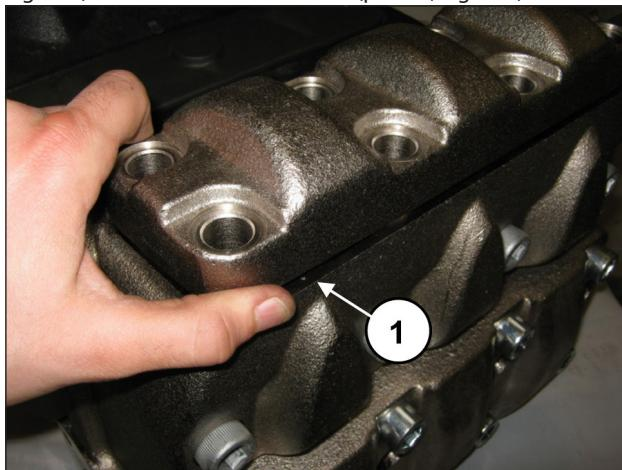
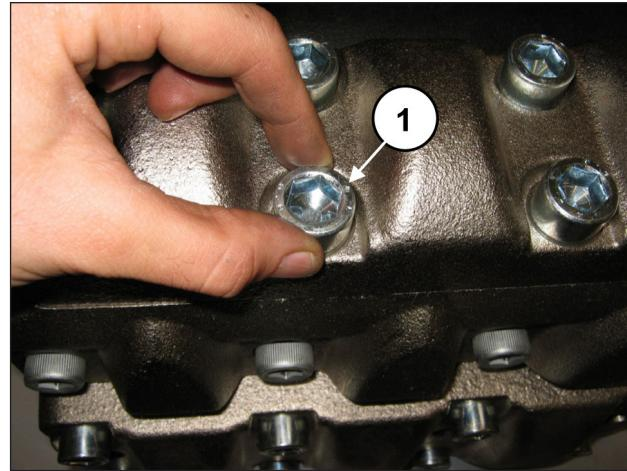

Fig. 161
Fig. 162
Dopo aver terminato il montaggio dei gruppi valvola di mandata applicare il coperchio valvole mandata (pos. ①, Fig. 161) e avvitare le 8 viti M16x45 (pos. ①, Fig. 162).